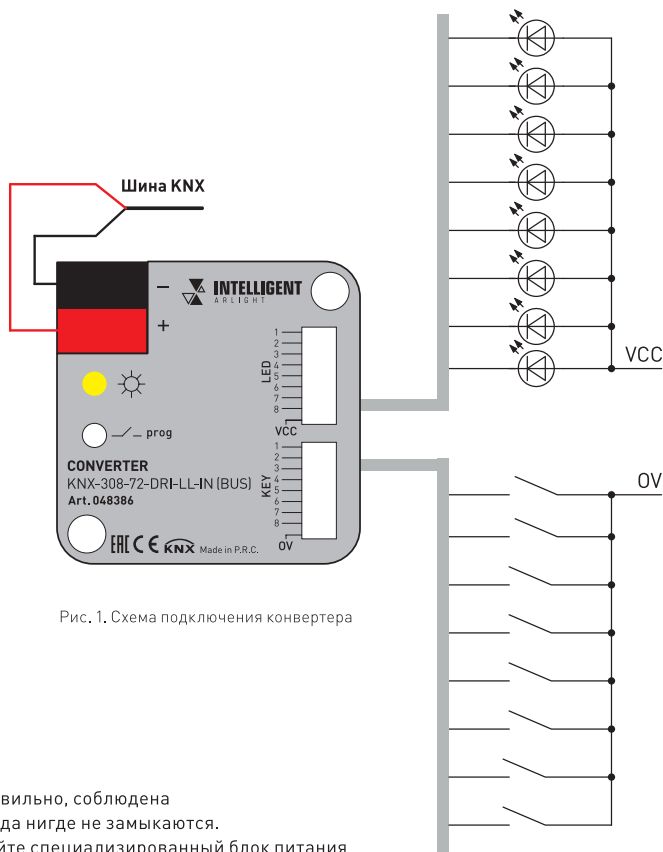

Рис. 1. Схема подключения конвертера
- 3.3. Подключите шину данных KNX (красный и черный провода в кабеле KNX), как показано на рис. 1.
- 3.4. Подключите контролируемые контакты и индикаторы (при необходимости) к клеммам, как показано на рис. 1.
- ▼ Коротко нажмите кнопку **PROG** на конвертере (см. рис. 1) для перевода устройства в режим программирования. При этом индикатор состояния шины KNX рядом с кнопкой начнет мигать красным, начнется загрузка программы.